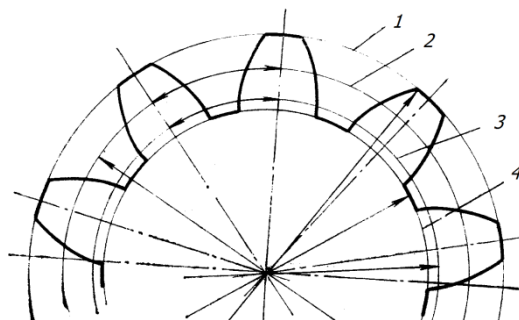

Рис. 5.2.
15. Какая из четырех изображенных на рис. 5.2. окружностей называется делительной?
16. Какая из четырех изображенных на рис. 5.2. окружностей называется начальной? Зубчатое колесо нормальное цилиндрическое прямозубое.
17. Какая из четырех изображенных на рис. 5.2. окружностей представляет собой окружность выступов зубчатого колеса?
18. Какая из четырех изображенных на рис. 5.2. окружностей называется окружностью впадин зубчатого колеса?
21. Какая из четырех изображенных на рис. 5.2. окружностей называется основной окружностью?
30. Какая из четырех изображенных на рис. 5.2. окружностей служит для построения боковых профилей зубьев эвольвентного зубчатого колеса?
32. По какой из изображенных на рис. 5.2. окружностей шаг будет называться шагом по основной окружности?
33. По какой из четырех изображенных на рис. 5.2. окружностей толщина зуба будет равна ширине впадины? Зубчатые колеса нормальные цилиндрические прямозубые.